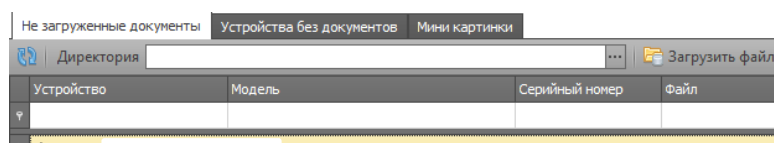

Рисунок 53
- вкладка – Незагруженные документы (Рис. 53)